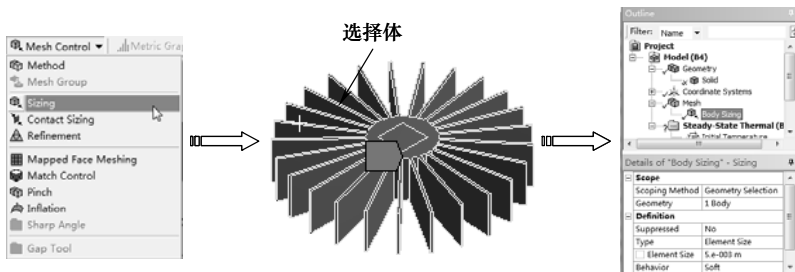

图 12-72 设置网格尺寸
2) 单击窗口上方【图形选择】工具栏上的【Body (选择体)】按钮 , 在【Details of “Body Sizing” Sizing】列表中单击【Scope】选项下的【Scoping Method】项, 在图形区框选所有实体, 单击【Geometry】项中的【Apply】按钮完成, 在【Element Size】文本框中输入 5mm, 如图 12-72 示。